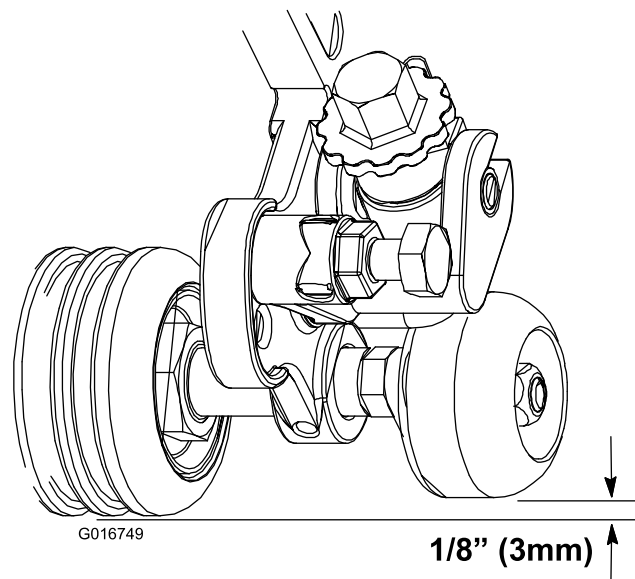

Figura 2
6. Rode o cilindro para baixo até que fique 3 mm mais alto que o cilindro frontal (Figura 2).